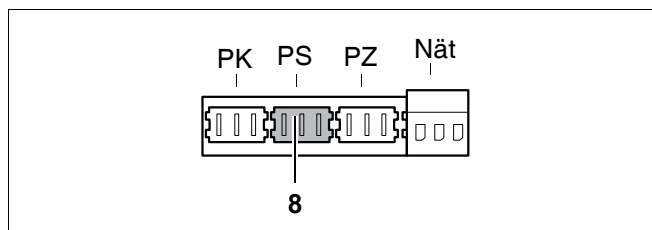

Bild 41 Uttagsplint – beredarpump 230 V (anslutningsfärg grå)
- Anslut beredarpumpen till den grå klämman PS (bild 41, pos. 8). Maximalt tillåten effektförbrukning för pumpen = 250 W.